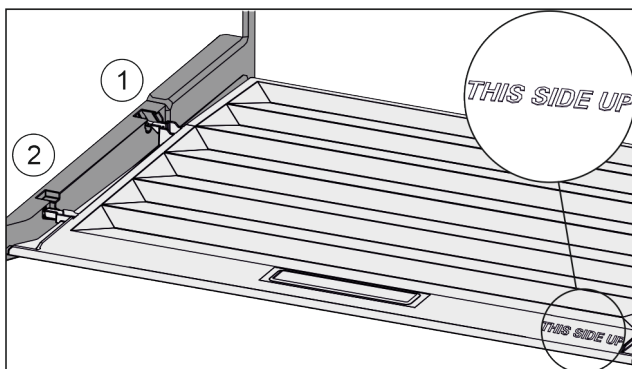

Fig. 57
- ▶ 从后部固定支架 Fig. 57 (1)开口导入桥形接片并卡入固定支架 Fig. 57 (2)的前端。